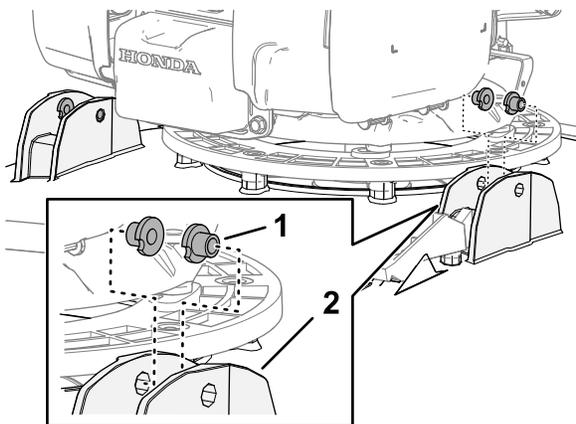

Figure 5
- Insérez 2 douilles en T dans les brides de montage du guidon sur le plateau de coupe (Figure 5).